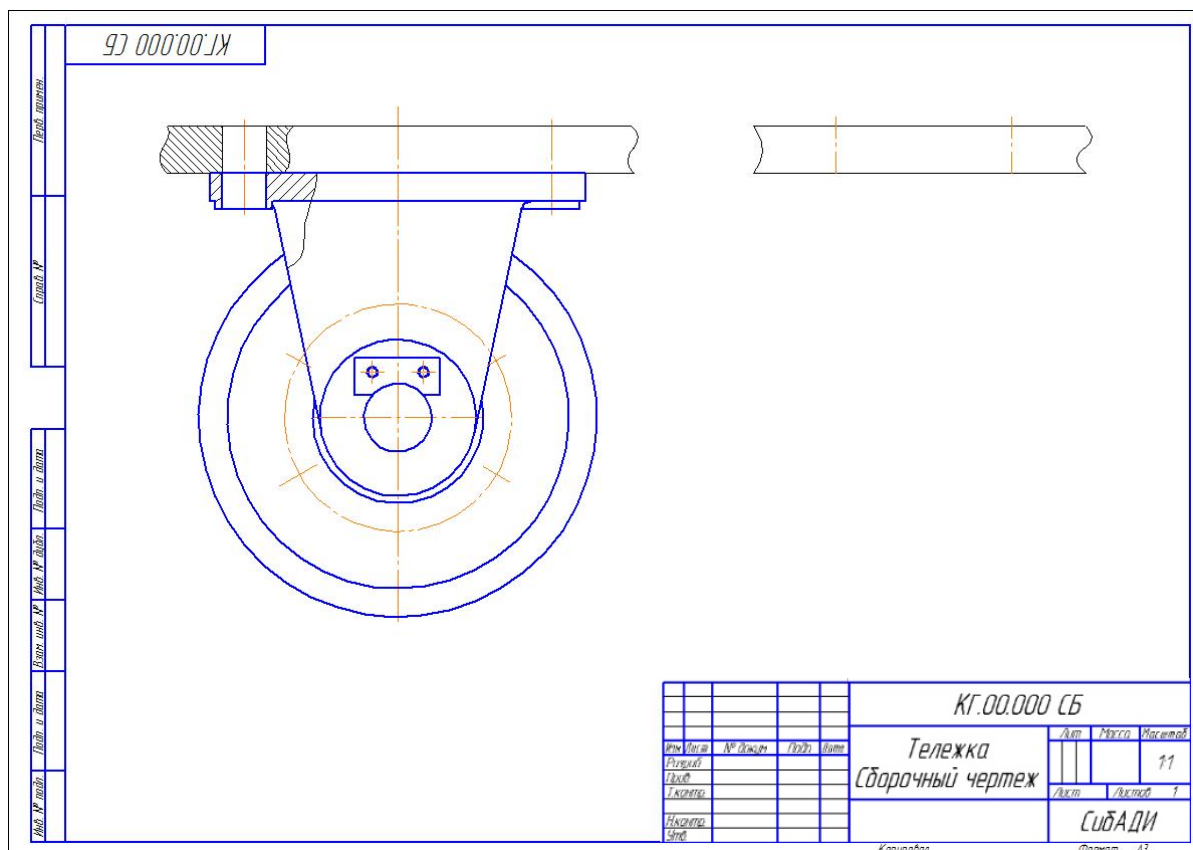

Рис. 4.1. Заготовка сборочного чертежа изделия «Тележка»
- Откройте заготовку сборочного чертежа изделия, которая находится в папке ... \Тележка СБ\заготовка Тележка Сборочный чертеж \_ КГ.00.000 СБ (рис. 4.1).